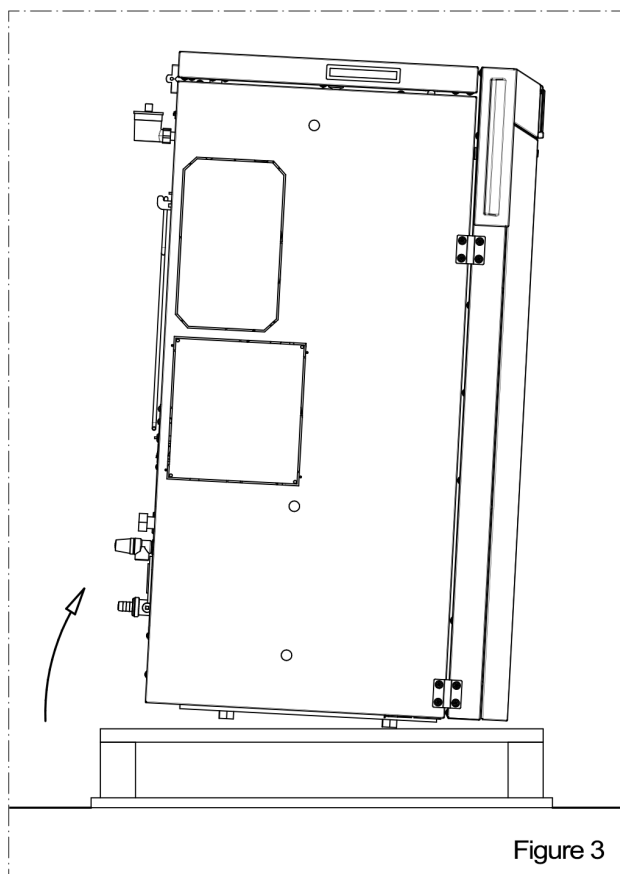

Figure 3
- Soulever légèrement l'arrière de la chaudière pour y insérer la bavette d'un diable de manutention (Figure 3 et 4).